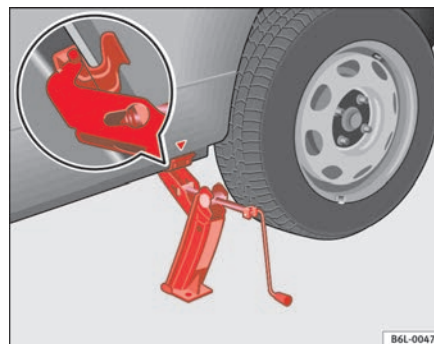

Fig. 138 Posizionamento del cric
- Applicare il cric in modo che la staffa faccia presa in corrispondenza della nervatura del montante inferiore e che la base mobile appoggi bene a terra ⇒ **fig. 138**.